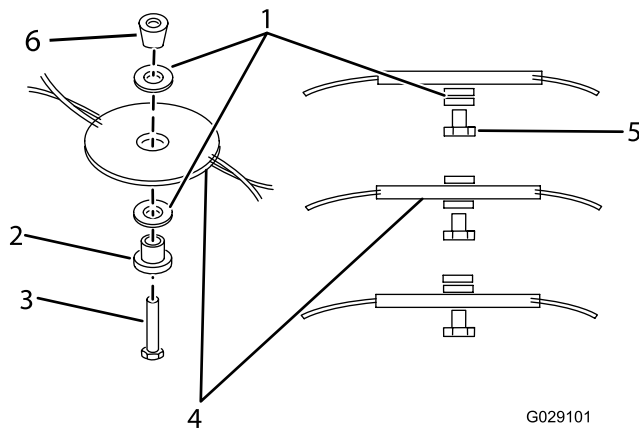

図 13
5. スペーサの位置を変えて、希望の刈高にし、刈り込みディスクを取り付ける 図 13。